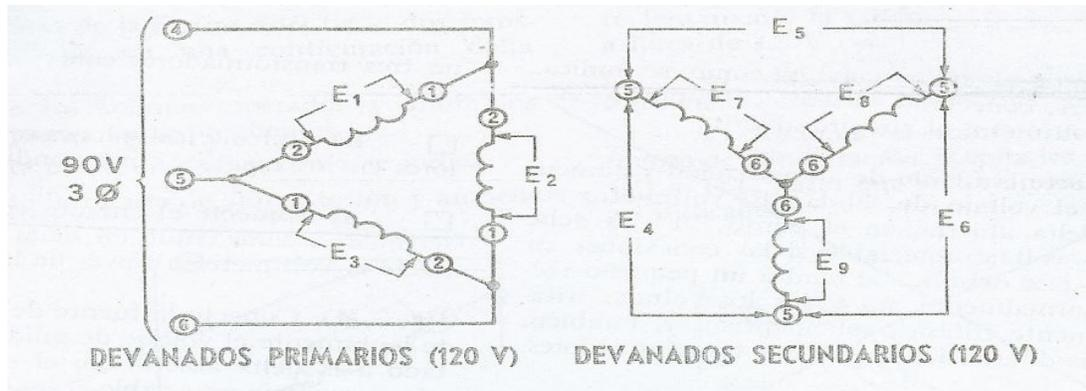

Figura 4.2
- 2. a) El circuito que aparece en la figura 4.2. tiene tres transformadores conectados en una configuración _____
- c) Conecte el circuito tal y como se ilustra en la figura 4.2.